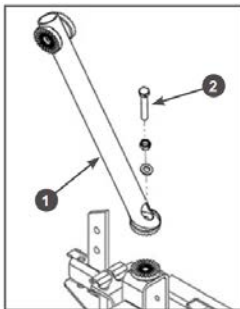

Рис. 5 Установка стойки рукояток управления
6. Установите стойку 1 рукояток управления на мотоблок (Рис. 5). Совместите отверстия в кронштейне и стойке и закрутите болт 2 крепления стойки.